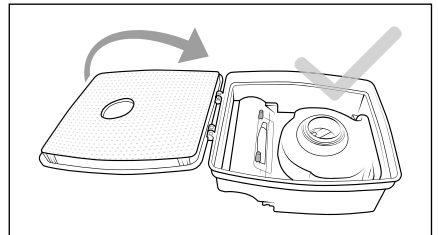

Fig. 11
- 7) Fastgør EPA-filteret **7** på dækslet til støvbeholderen **12**, og klap det i (se fig. 11).